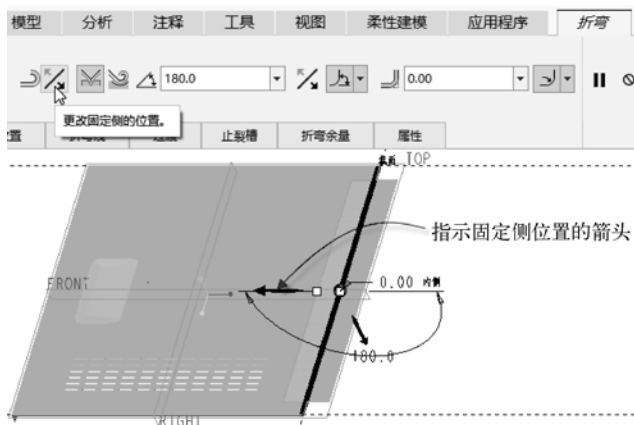

图 6-45 所需折弯侧的位置
- (6) 在 (折弯半径) 值框中输入折弯半径值为“0”，接着在 图标旁单击 (更改固定侧的位置) 按钮，以使此时折弯预览如图 6-45 所示。